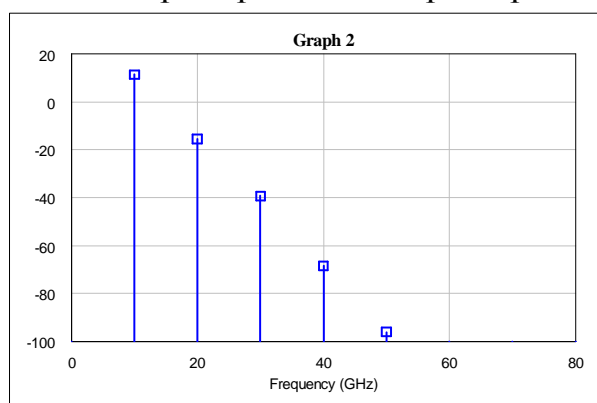

Рис.3
3.3.3 Рассчитать и вывести на график спектр выходного сигнала при одночастотном воздействии. Примерный вид характеристики показан на Рис.3